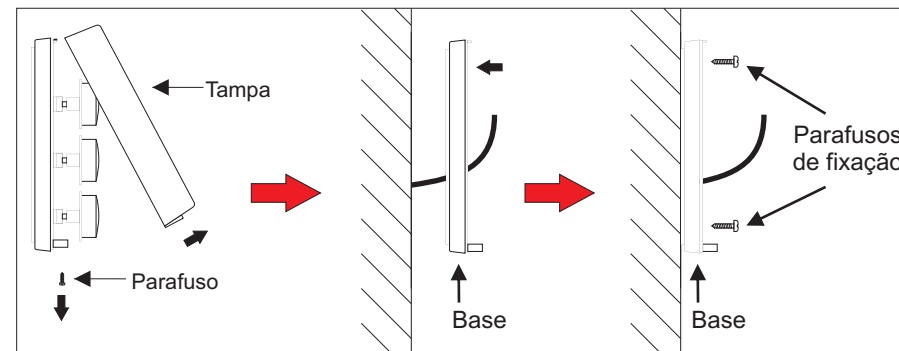

Figura 5
- Passe o cabo através do orifício central (Figura 5);
- Fixe a base na superfície escolhida através de 2 parafusos (Figura 5);